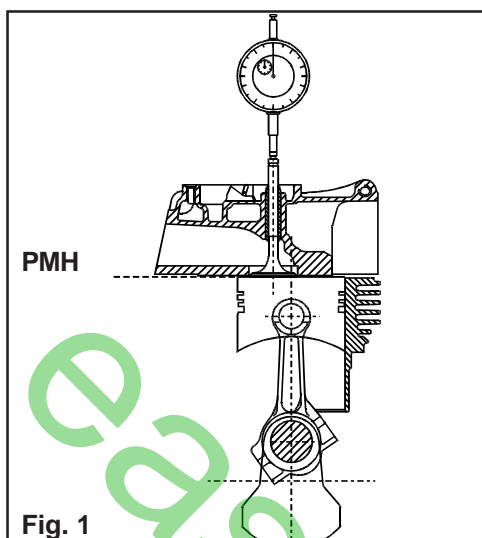

Fig. 1
4. Appuyer la tête de la soupape sur le ciel du piston équilibré au P.M.H. (fig.1).
5. Placer un comparateur monté sur piédestal magnétique ou faux injecteur et le mettre à zéro sur la tige de soupape (fig.1).